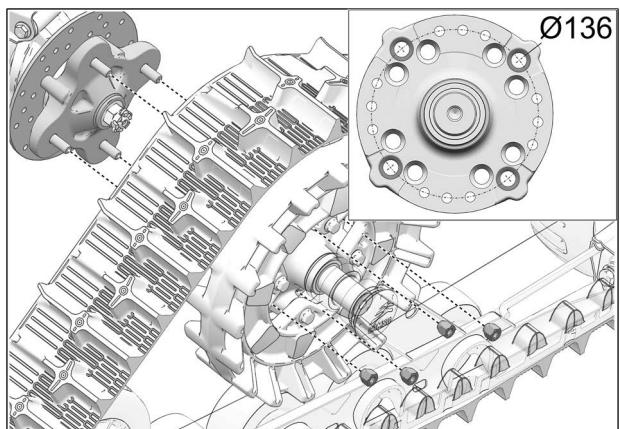

Fig. 20
10. Fixer le système de traction au moyeu de roue avant. Utiliser le cercle de perçage de Ø136mm et les écrous de roue d'origine du véhicule. Fig. 20